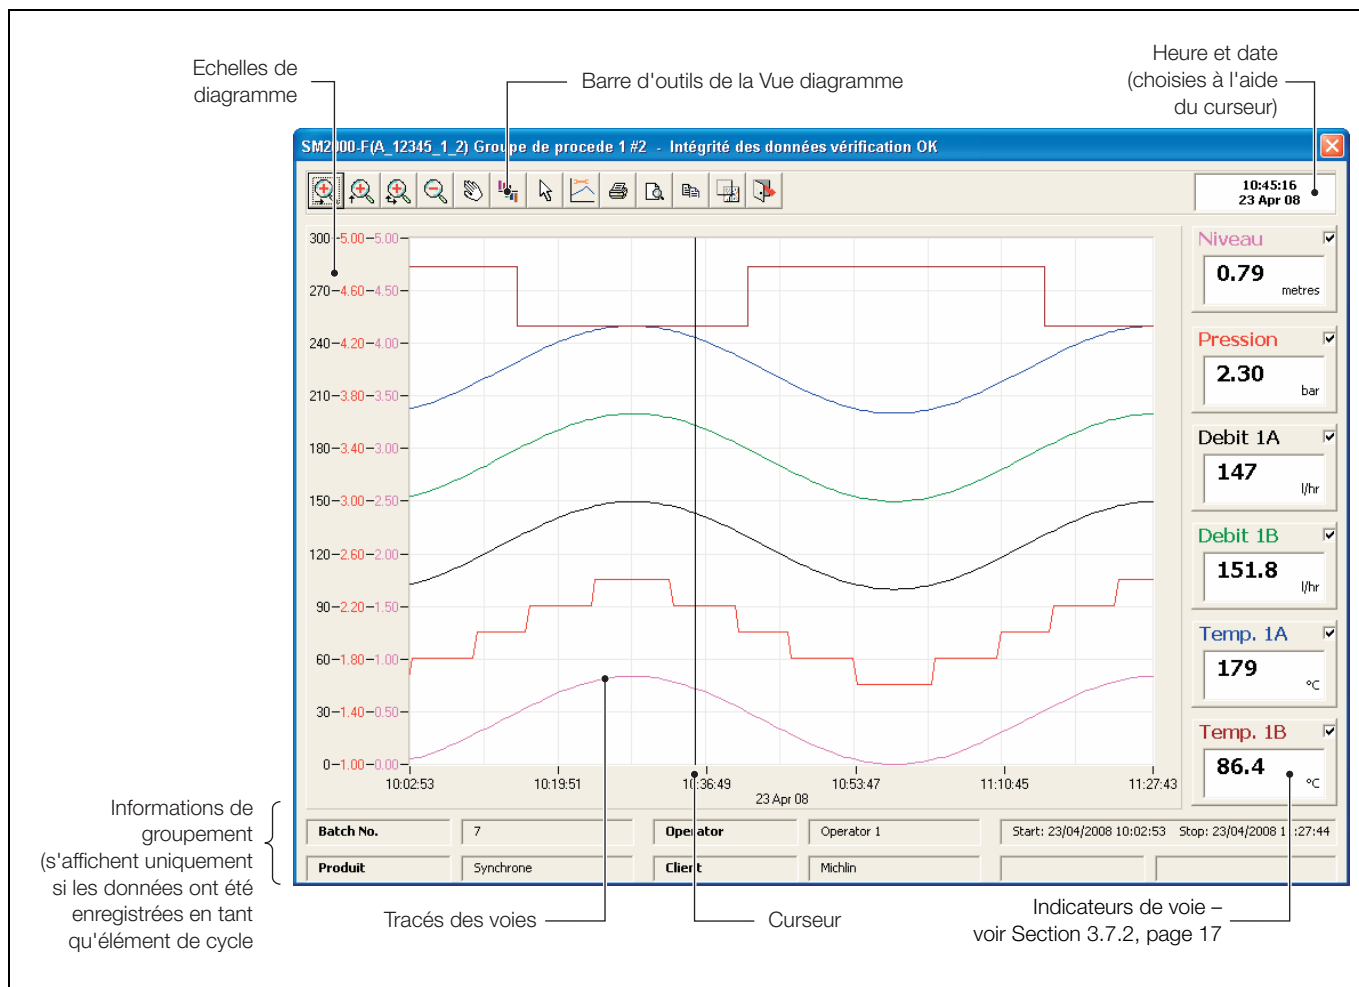

Fig. 3.3 Fenêtre Vue diagramme
3.7 Affichage du diagramme – Fig. 3.3